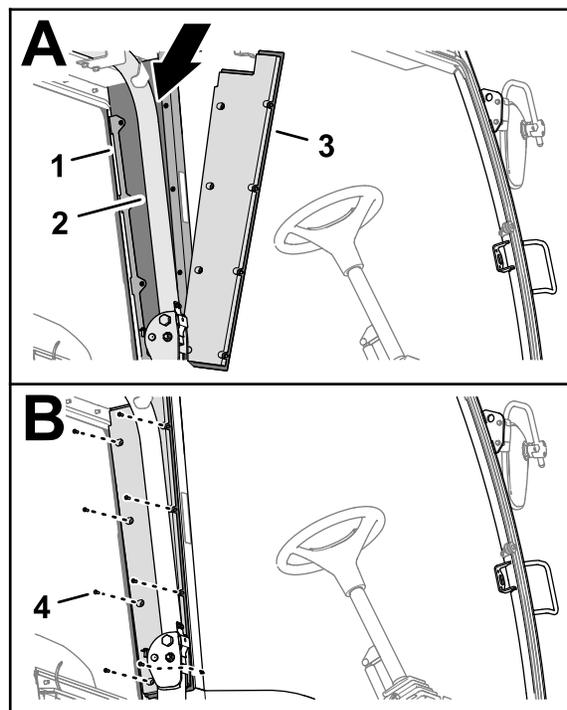

Figure 28
4. Utilisez les boulons retirés précédemment pour fixer l'ensemble de protection arrière du montant (soit, les tampons isolants extérieurs, les caches arrière et les panneaux insonorisants) sur les supports correspondants (Figure 28).